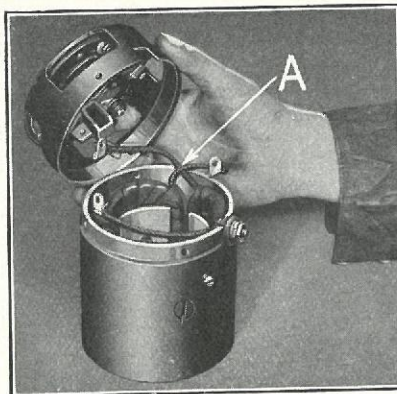

Fig. 474
- 930** Kryds de to Magnetspoleledninger (Fig. 474-A), saaledes at de kan forbindes, den ene med tredje Børsteholder, og den anden med den jordforbundne Børste, naar Bundstykket er paasat.